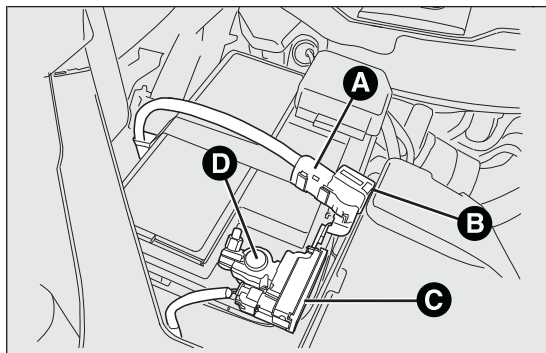

fig. 129
- débrancher le connecteur A fig. 129 (en appuyant sur le bouton B) du capteur C de contrôle de l'état de charge de la batterie, installé sur le pôle négatif D de cette dernière ;